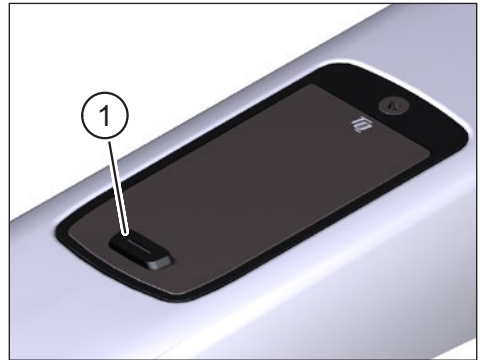
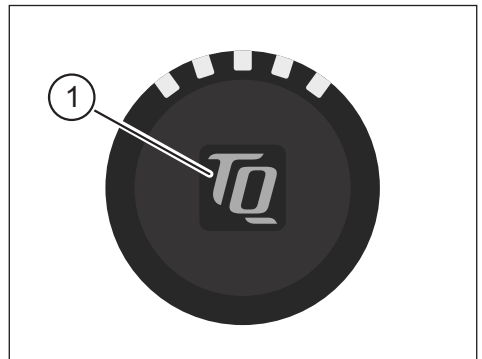
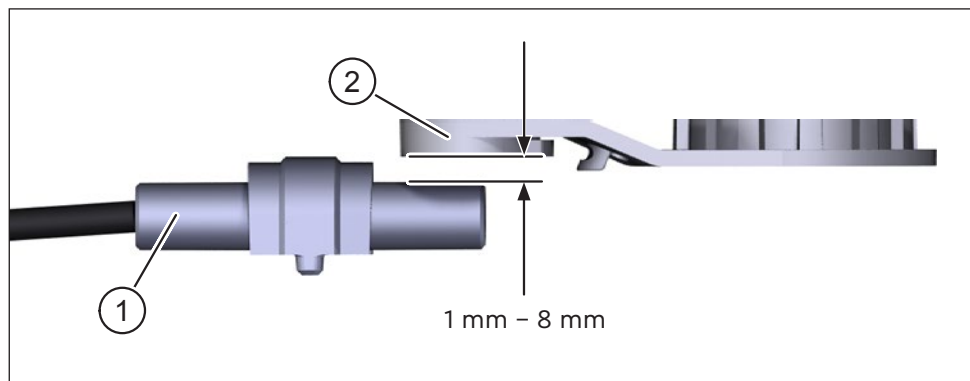

Abb. 1: Display
Abb. 2: Bar End Display
Abb. 3: Montage – Abstand zwischen Geschwindigkeitssensor und Magnet
- ▶ Einschalten der Drive Unit durch **kurzes** Drücken der Taste auf dem Center Display (Pos. 1 in Abb. 1) oder Bar End Display (Pos. 1 in Abb. 2.).
- ▶ Ausschalten der Drive Unit durch **langes** Drücken der Taste auf dem Center Display (Pos. 1 in Abb. 1) oder Bar End Display (Pos. 1 in Abb. 2.).
Die Geschwindigkeit des E-Bikes wird mit Hilfe eines Magneten (Pos. 2 in Abb. 3) gemessen, der Impulse am Speedsensor (Pos. 1 in Abb. 3) auslöst. Der Speedsensor und der Magnet werden beim Hersteller mit einem Abstand zwischen 1 mm und 8 mm (siehe Abb. 1) im Bereich des Hinterrades montiert.